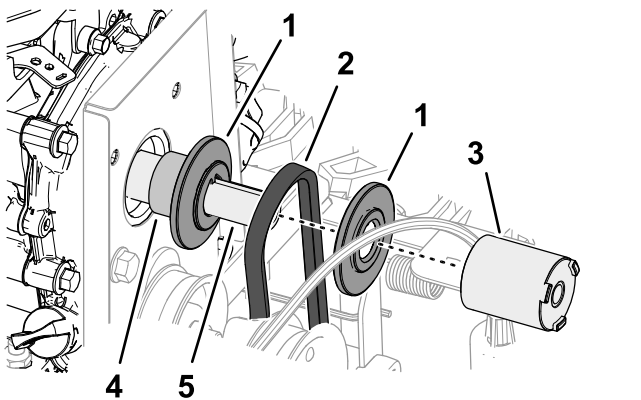

**Figura 49**
1. Deslize a correia de tração entre a roda de tração e a polia de tração e na máquina (**Figura 49**).